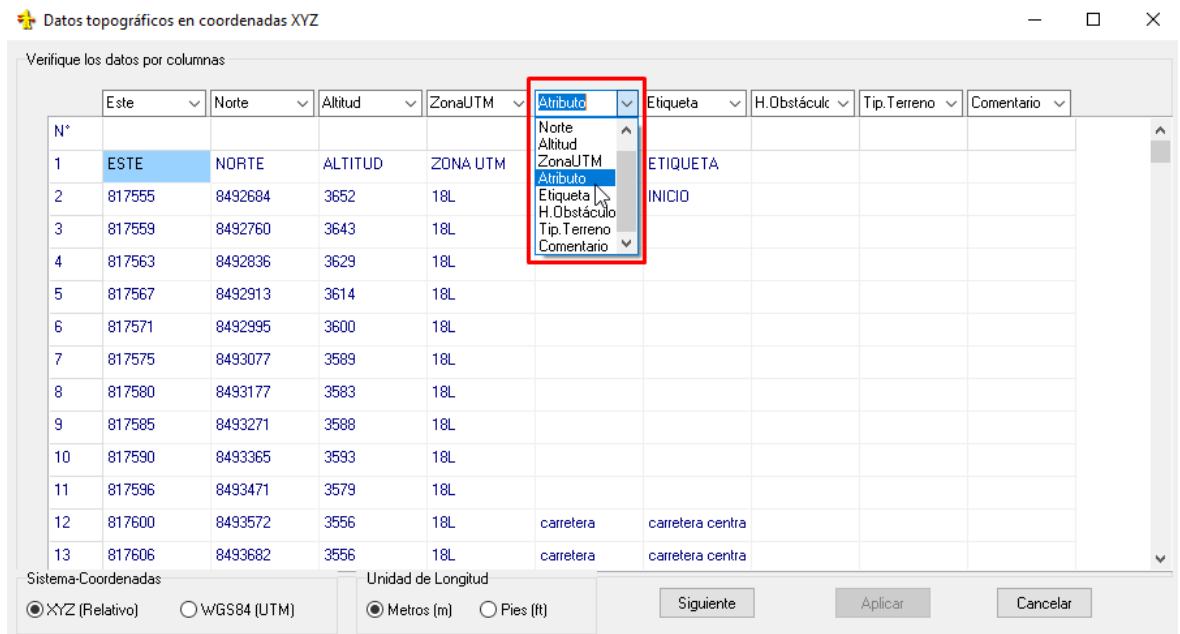

Fig. 3.4
- Verificar que los tipos de datos por columnas correspondan al tipo especificado en la parte superior de la ventana (cuadros desplegables). En caso no coincidieran, indicar el orden correcto seleccionando el tipo de dato que corresponde a cada columna en los cuadros desplegables tal como se muestra en la “Fig. 3.4”. Es importante que, al indicar el orden, no se repitan los tipos de datos en alguna columna (un tipo por columna).